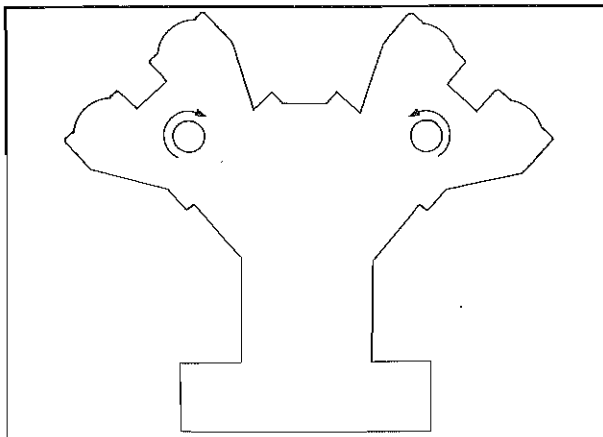
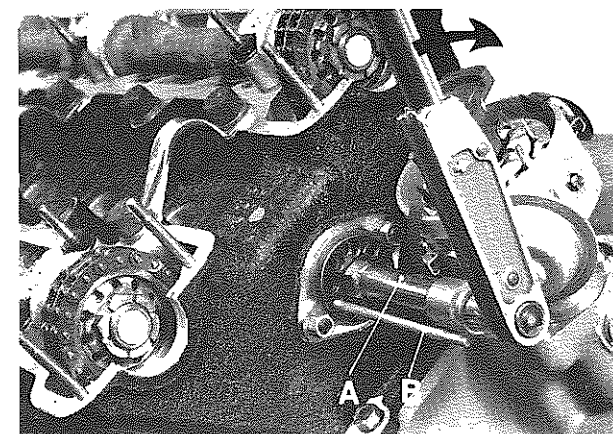

Fig. 7 - Senso di rotazione per tensione catena distribuzione
Fig. 8 - A) Dado cieco n. 23 - B) Estrattore n. 24
- Montare sul perno eccentrico il dado cieco 3 (o controdado), ruotare leggermente il perno verso l'interno del motore con una chiave (Fig. 7) ed estrarre il grano di bloccaggio con l'attrezzo n. 24 (Fig. 8).
- Screw cam nut 3 or counter nut on eccentric pin using a wrench (Fig. 7). Slightly rotate the pin towards the inner part of the engine and remove lock dowel using tool No. 24 (Fig. 8).